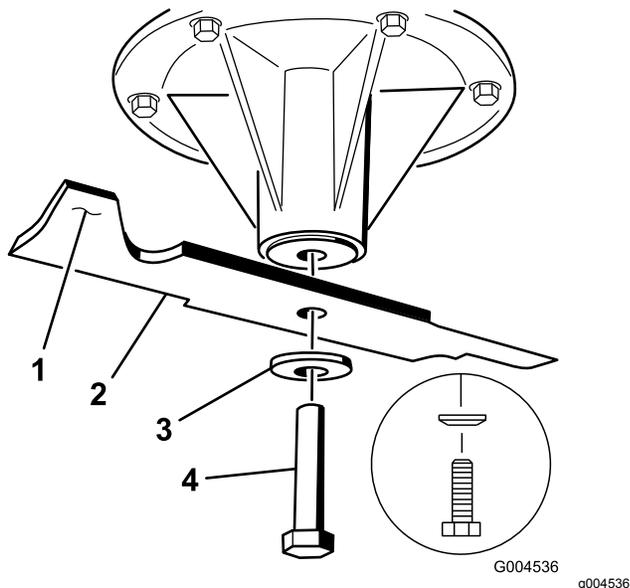

Figura 100
2. Retire del eje el perno de la cuchilla, la arandela curva y la cuchilla (Figura 100).
3. Si la cuchilla no está equilibrada, rebaje algo del metal en la parte de la vela solamente (Figura 100).